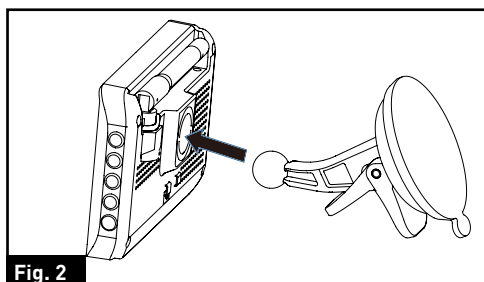

Fig. 2
4. Alignez la rotule de la ventouse sur l'ouverture à l'arrière du moniteur et poussez fermement jusqu'à ce qu'elle s'enclenche. (Fig. 2)